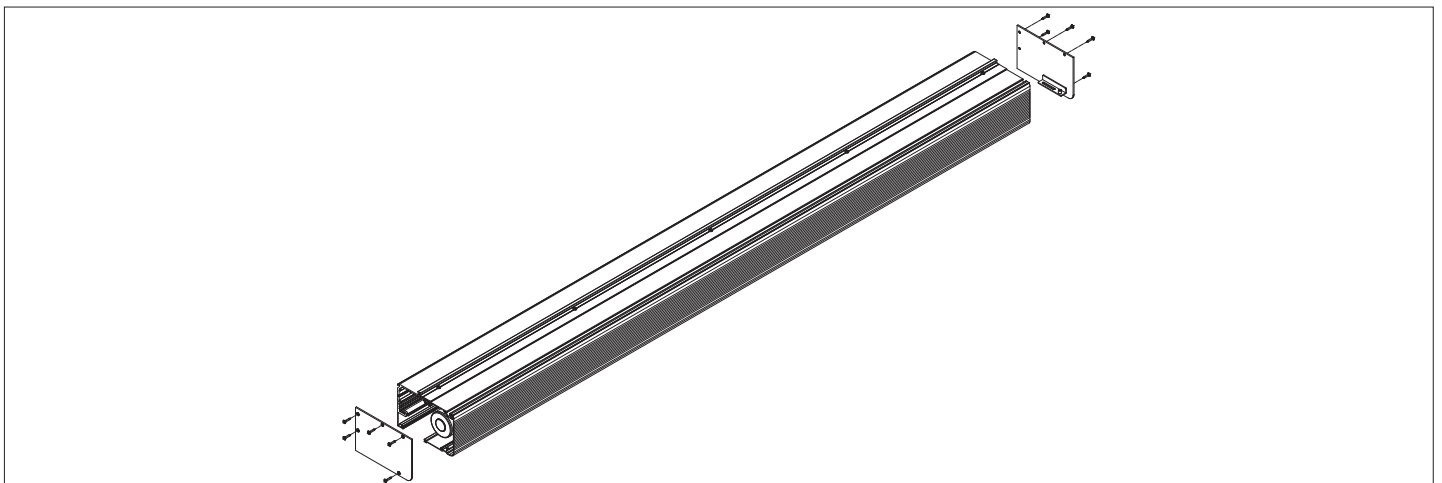

Рис. 4
3. По окончании монтажа деталей установите крышку привода и боковые крышки для окончательной сборки. Для обслуживания привода предусмотрена фиксация крышки привода в открытом положении под углом 135° (рис. 4).